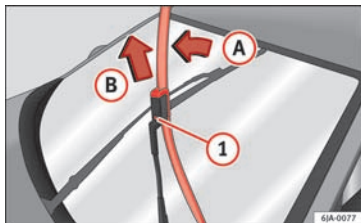

Fig. 70 Forrhudevviskerblade
- Klap viskerarmen væk fra ruden, hvorved viskerbladet skal bevæges let i viskerarmens retning – pil **A** »» Fig. 70.
- Løsn låseanordningen **①** med den anden hånd, og tag viskerbladet af i pilens retning **B**.